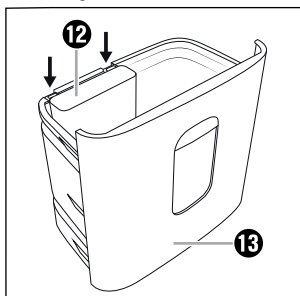

Fig. 3
- ◆ Monte el contenedor pequeño **12** en el contenedor grande **13** (consulte la fig. 3).